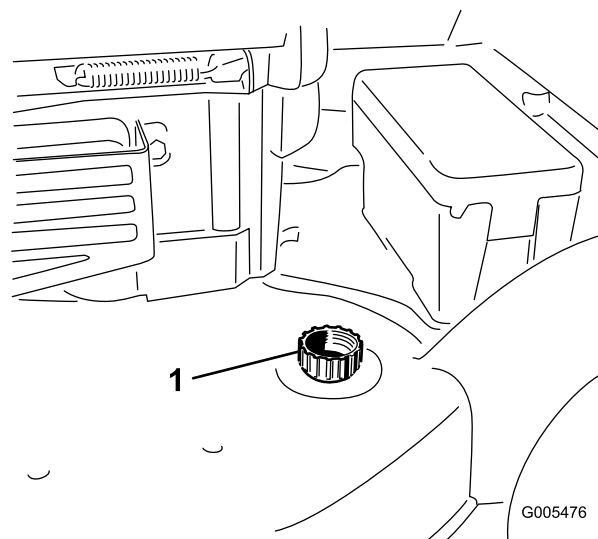

Figura 43
3. Collegare una canna da giardino al rubinetto dell'acqua ed al foro di lavaggio sulla scocca del tosaerba (Figura 43).